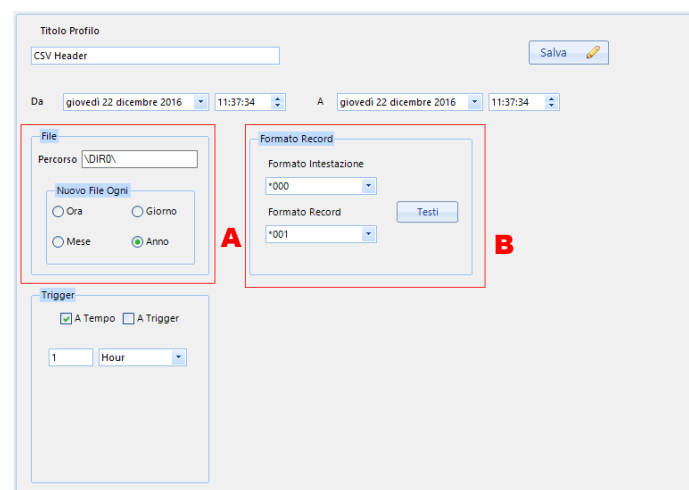

Fig. 6.27
- Directory di destinazione/Durata di ogni file (Fig.6.27-A): la directory di destinazione indica la directory nella quale verranno creati tutti i file della task corrente. Se la directory indicata non esiste, verrà creata in automatico. La durata del file implica che ogni volta che cambia il parametro impostato (ora, giorno, mese, anno) il file corrente verrà chiuso e verrà creato un nuovo file. Al nuovo file verrà assegnato un nome in base al valore momentaneo di ciò che si è selezionato(ora/giorno/mese/anno).
- Formato dei record (Fig.6.27-B): il Formato Intestazione è il testo usato per l'intestazione del CSV, mentre il Formato Record è il testo usato per ogni record del file CSV. Per modificare i testi, premere il pulsante “Testi” (fare riferimento alla sezione “Inserimento Variabili, Stringhe, Testi”).